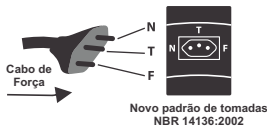

Figura 1 - Padrão de ligação das tomadas.
06. Caso o LED vermelho acenda, verifique se a polaridade da tomada (Fase, Neutro e Terra) está conforme indicado na Figura 1. Em redes elétricas bifásicas (Fase, Fase e Terra) o LED vermelho permanecerá aceso, sem prejuízo ao funcionamento do no-break, desde que o aterramento esteja corretamente dimensionado.